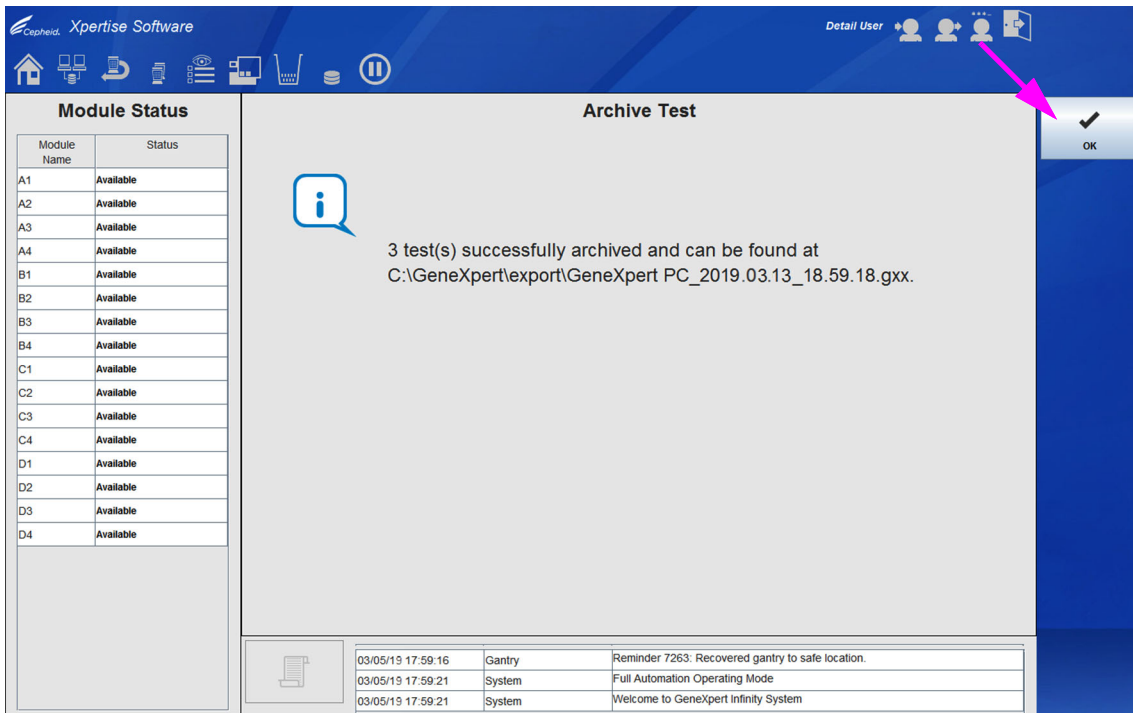

图 5-136. 存档测试 (Archive Test) 工作区 – 成功保存确认
6. 存档完成后，将显示确认工作区，指示测试已存档以及存档文件名（请参见图 5-136）。选择**确定 (OK)** 按钮。